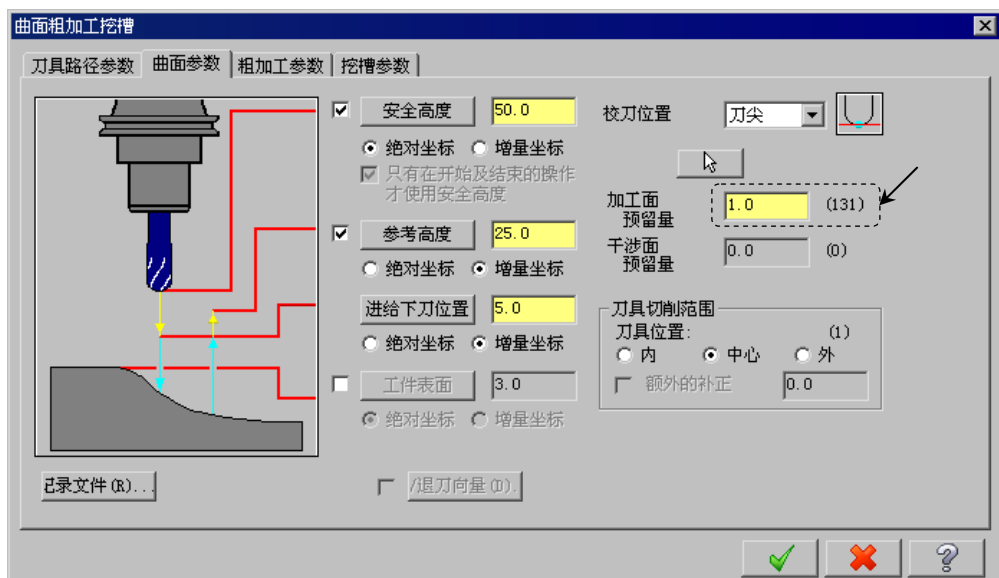

图 1.8 “曲面参数”选项卡
(1) 完成上步操作后, 在“曲面粗加工挖槽”对话框的  选项卡的列表框中显示出 Step5 所选择的刀具, 双击该刀具, 系统弹出“定义刀具-机床群组-1”对话框。
(2) 设置刀具号码。在“定义刀具-机床群组-1”对话框中的  文本框中, 将原有的数值改为 1。
(3) 设置刀具的加工参数。单击“定义刀具-机床群组-1”对话框中的  选项卡, 在  文本框中输入值 500.0, 在  文本框中输入值 200.0, 在  文本框中输入值 100.0, 在  文本框中输入值 1200.0。
(4) 设置冷却方式。在  选项卡中单击  按钮, 系统弹出“Coolant...”对话框, 在  下拉列表中选择  选项, 单击该对话框中的  按钮, 关闭“Coolant...”对话框。
Step8. 设置曲面参数。在“曲面粗加工挖槽”对话框中单击  选项卡, 设置参数如图 1.8 所示。